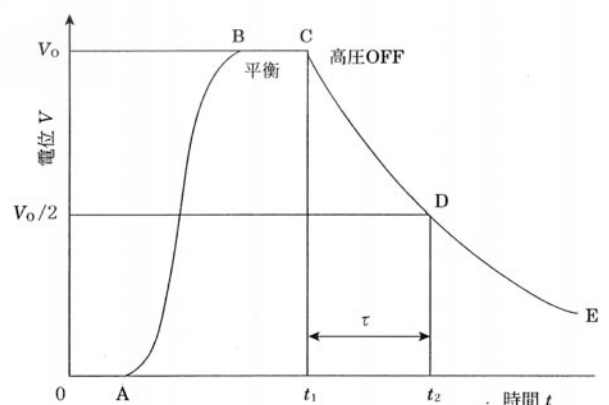

図4 半減期測定機における試料の電位の挙動
(2) 試験手順
- 試験：半減期測定機で得られる典型的な電荷減衰曲線は図4のようになる。まず試料をターンテーブルに乗せて回転させ、高圧印加を開始すると電位が上昇を始める (A点)。